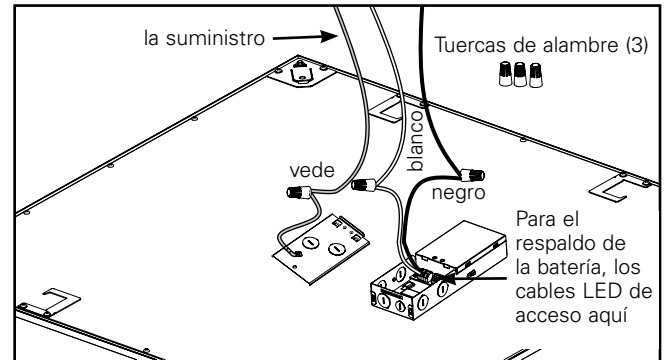

Imagen 5.
- Utilice el expulsor de apertura para ingresar la línea de alimentación. Utilice los tres empalmes plásticos provistos para conectar el cable de tierra con el cable de alimentación verde, el cable negro (línea) con el cable de alimentación negro y el cable blanco (neutro) con el cable de alimentación blanco (Imagen 5).